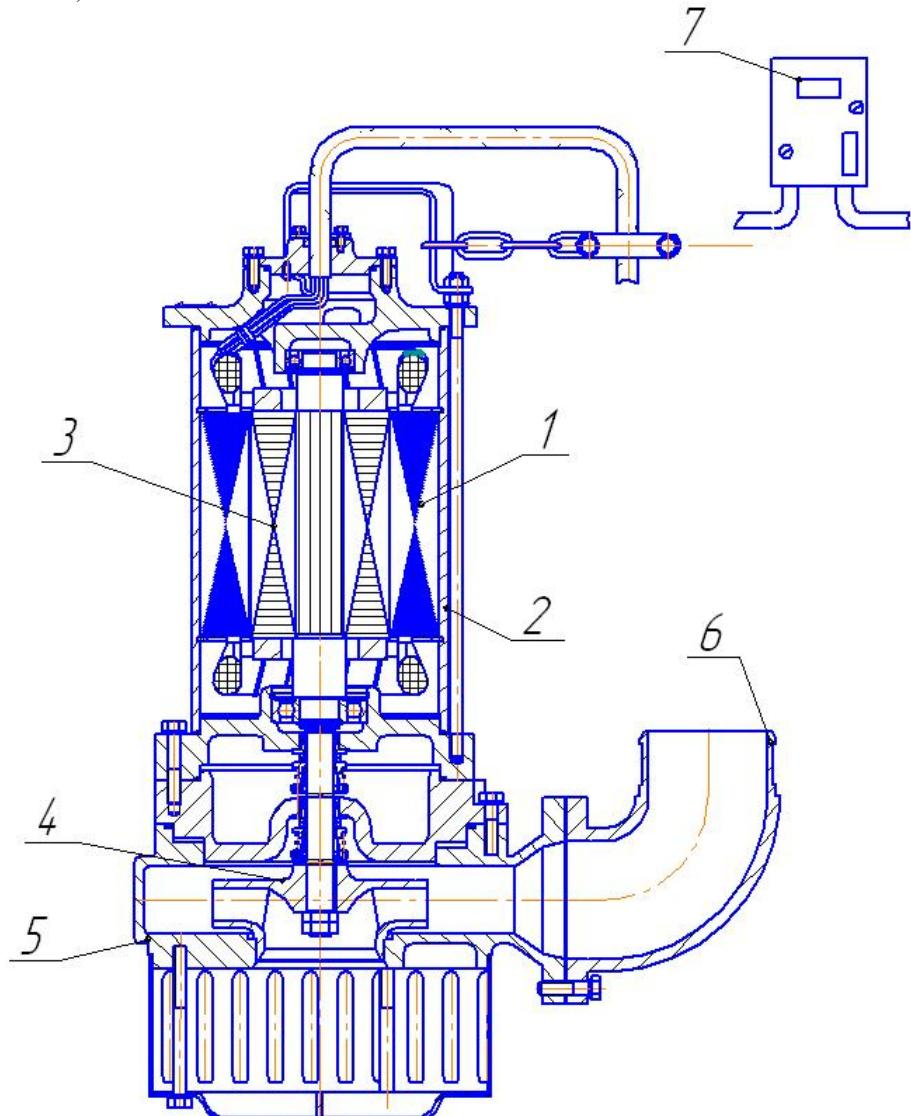

Рис.1
4. УСТРОЙСТВО И ПРИНЦИП РАБОТЫ (Рис.1)
СТАТОР (рис. 1, поз.1) – прессованный активный пакет железа, заключенный в гильзу (поз.2).
4.5. АВТОМАТИЧЕСКИЙ ВЫКЛЮЧАТЕЛЬ (приобретается отдельно)(рис.1 поз.7).